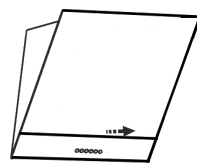

рис. 4
8.3 Для очистки алюминиевого фильтра извлеките его из вытяжки (рис.4, 4А). Произведите очистку фильтра с помощью щетки горячим водным раствором нейтрального моющего средства вручную или в посудомоечной машине (при 60°C). Сильно загрязненный фильтр не следует мыть в посудомоечной машине в месте с посудой. Старайтесь не сгибать фильтр при мойке.
6.1.2 Перед установкой вытяжки снимите алюминиевый фильтр (рис. 4, 4A).
- потяните за нижний край откидной панели, как показано на рис. 4 и аккуратно откройте ее до упора;